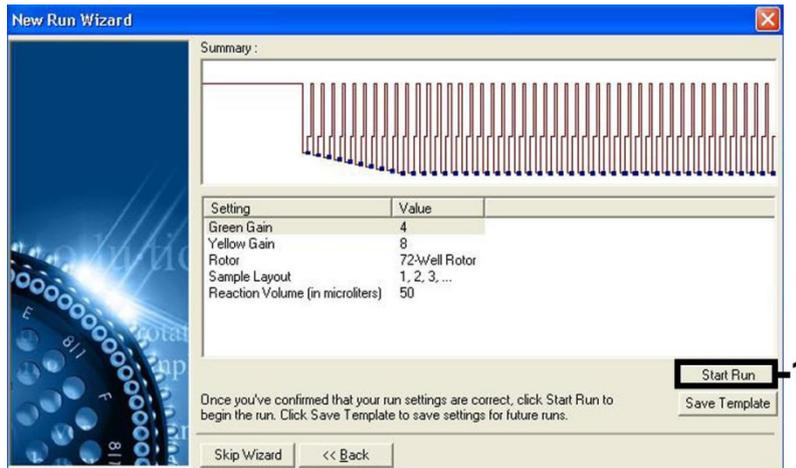

Abbildung 7. Starten des Laufs.
Der Messbereich der Fluoreszenzkanäle muss auf die Fluoreszenzintensitäten in den PCR-Röhrchen abgestimmt werden. Klicken Sie im Dialogfeld **New Run Wizard** (Assistent für neue Läufe) auf **Gain Optimisation** (Verstärkungsoptimierung), um das Dialogfeld **Auto-Gain Optimisation Setup** (Einrichtung der automatischen Verstärkungsoptimierung) zu öffnen (siehe Schritt 6 und Abbildung 7 im Protokollblatt „Settings to run artus QS-RGQ Kits“).
8. Die bei der Kalibrierung der Kanäle ermittelten (oder manuell zugewiesenen) Verstärkungswerte werden automatisch gespeichert und im letzten Menüfenster des Programmierungsprotokolls aufgeführt (siehe Abbildung 7). Klicken Sie auf **Start Run** (Lauf starten).